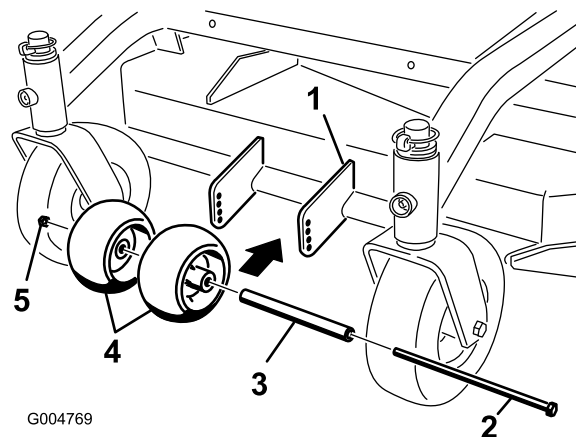

Figura 13
1. Dopo avere regolato l'altezza di taglio, controllate che i rulli antistrappo siano ad una distanza minima da terra di 10 mm (Figura 13).
2. Se occorre regolare, togliete il bullone, le rondelle e il dado (Figura 13).
3. Selezionate una posizione del foro che permetta ai rulli antistrappo di trovarsi ad una distanza minima da terra di 10 mm (Figura 13).
4. Montate il bullone e il dado (Figura 13).